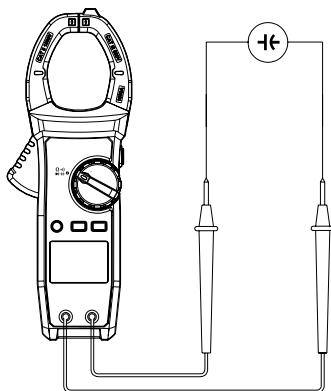

Рис.10. Измерение ёмкости
- 2) Установите переключатель в режим «•»), нажмите SELECT для выбора режима измерения емкости «←» (см. рис. 10).